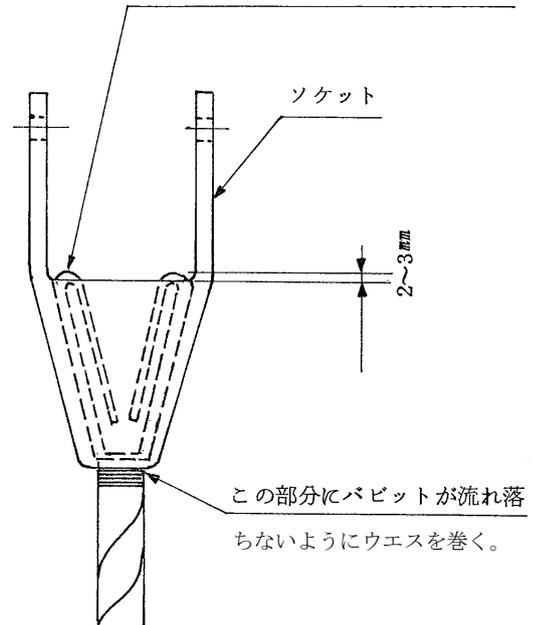

図 10-16 ソケット断面図
- 5) ソケットの下部より溶解バビットが漏れないようにウエスを巻く。(図10-16)